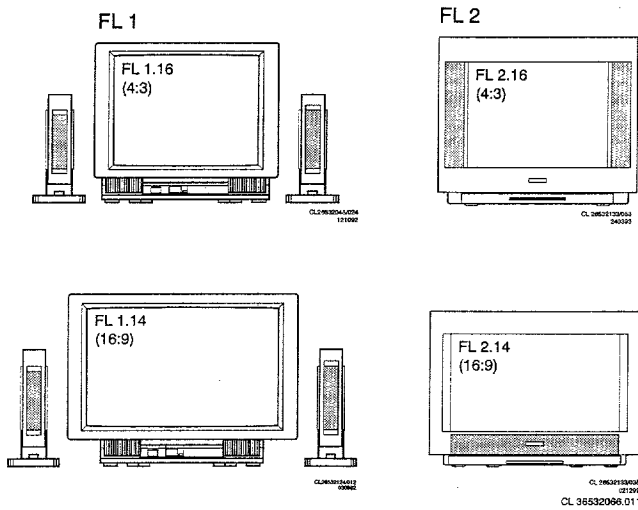

Fig.1
2. Per escludere il rischio di danneggiamento dei circuiti stampati e transistori è necessario evitare ogni passaggio di alta tensione. Per escludere ogni rischio di danneggiamento del cinescopio attenersi al metodo 1 (Fig. 1) per la scarica dello stesso. Servirsi di una sonda ad alta tensione e di un misuratore universale (posizione CC-V). Scaricare finché la lancetta indichi 0 V (dopo 30 sec.).
1. Riepilogo modelli (fig. 1)